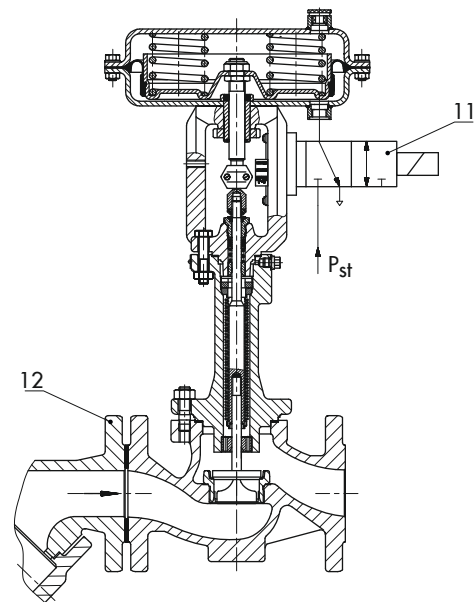
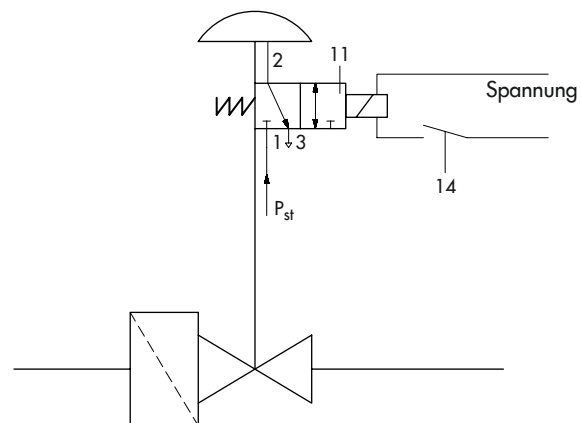
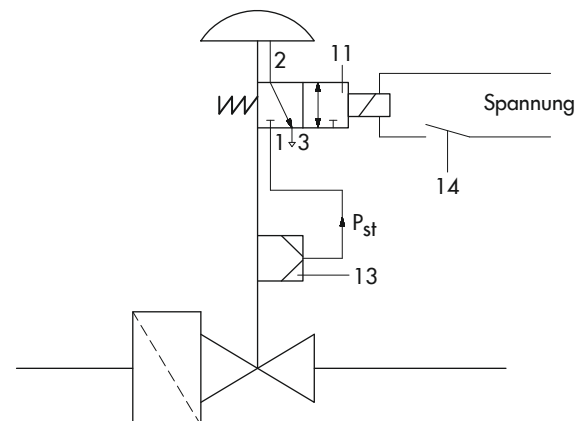

Bild 2: Automatisches Absperrventil Typ 3241-1-Gas
Bild 3: Wirkbild bei Ausführung ohne Stellungsregler
Bild 4: Wirkbild bei Ausführung mit Stellungsregler
Der Stelldruck p_{st} liegt am Steuerventil (11), dessen Spule in den Sicherheitssteuerkreis (Schalter 14, Bild 3 und Bild 4) geschaltet ist. Im Betriebszustand ist an der Spule eine elektrische Spannung angelegt und p_{st} beaufschlagt die Membran. Bei einer Störung schaltet das Steuerventil um und die Membran wird druckentlastet, was zum Schnellschluss des Stellventils führt.
Legende zu Bild 2 bis Bild 4